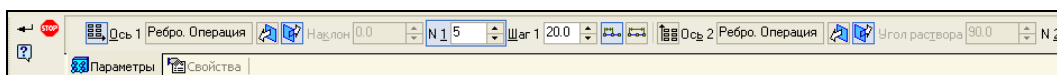

Рис. 28.30. Панель свойств: Массив по сетке, вкладка **Параметры**
- ♦ вызовите команду **Массив по сетке**. Появилась Панель свойств: Массив по сетке с двумя вкладками: **Параметры** (рис. 28.30) и **Свойства**. Элементы управления вкладки **Параметры** рассмотрены в табл. 28.4;